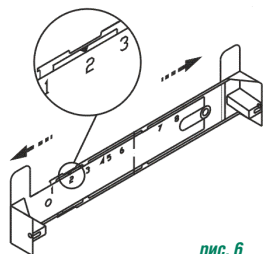

рис. 6
- увеличьте размер кронштейна рис.6 (если это необходимо), раздвинув его, и установите фиксатор напротив цифры, соответствующей Вашей вытяжке (см табл.3, графа N).